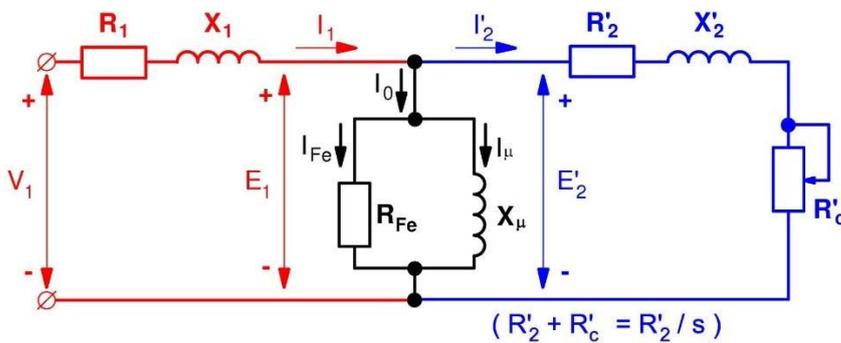
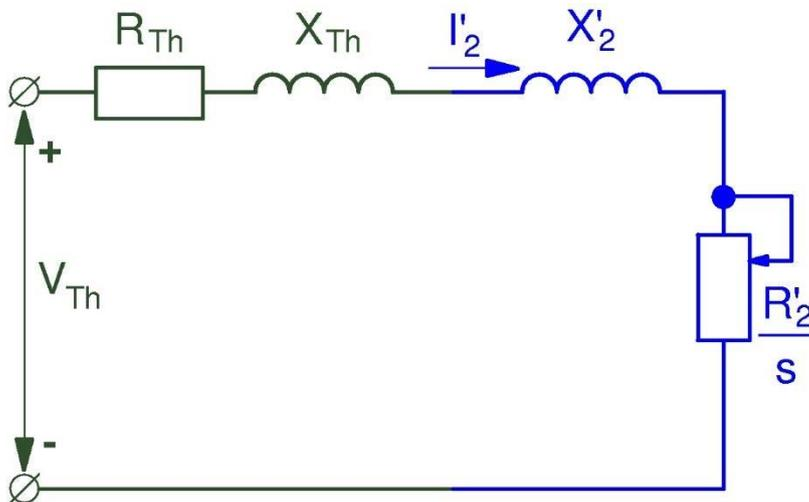

Fig. 7: Circuito equivalente exacto
Fig. 8: Circuito equivalente simplificado serie
En un motor asíncrono la corriente de vacío  $I_0$  no es tan despreciable frente a la del rotor reducida al estator  $I'_2$ . Luego, al pasar del circuito equivalente exacto (Fig. 7) al circuito equivalente aproximado (Fig. 1) se comete cierto error que repercute en el cálculo de  $I'_2$  y esto, a su vez, también afecta al cálculo del par (relaciones (6) y (11)).
Si se aplica el Teorema de Thévenin al circuito equivalente exacto de la Fig. 7 se obtiene el circuito equivalente simplificado serie de la Fig. 8, el cual permite un cálculo más exacto de la corriente  $I'_2$  y, en consecuencia, del par  $M$ . Con los parámetros de este circuito equivalente, la fórmula del par pasa a ser:
Si se aceptan ciertas aproximaciones (que provocarán un error en el cálculo del par mucho menor que el debido al empleo del circuito equivalente aproximado de la Fig. 1) los parámetros del circuito equivalente simplificado serie (Fig. 8) se calculan mediante estas fórmulas: